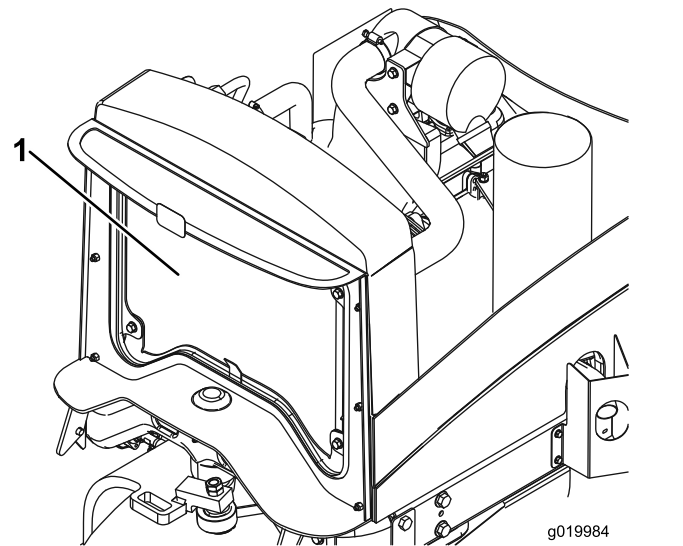

図 61
4. ラジエーターの裏表を圧縮空気で丁寧に清掃する 図 61。